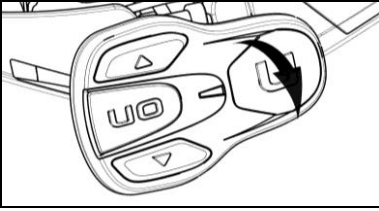

Fig. 27
- Rimuovere la tastiera dalla calotta, facendo leva verso come indicato in Fig. 27.